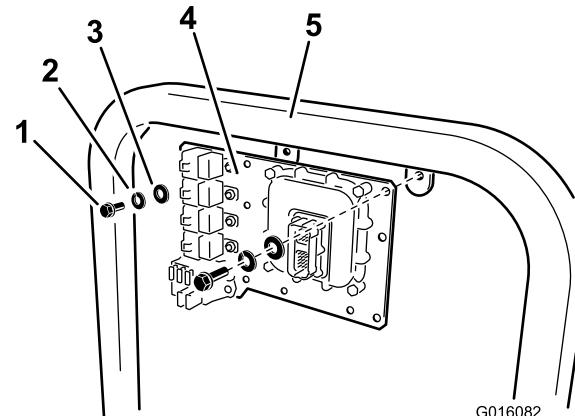

Bild 14
A. Multi-Pro 1200 und 1250: Montieren Sie die Montageplatte mit zwei Schrauben (5/16 x 3/4 Zoll), zwei Sicherungsscheiben & Nut5_16 und zwei Flachscheiben, wie in dargestellt. Bild 14